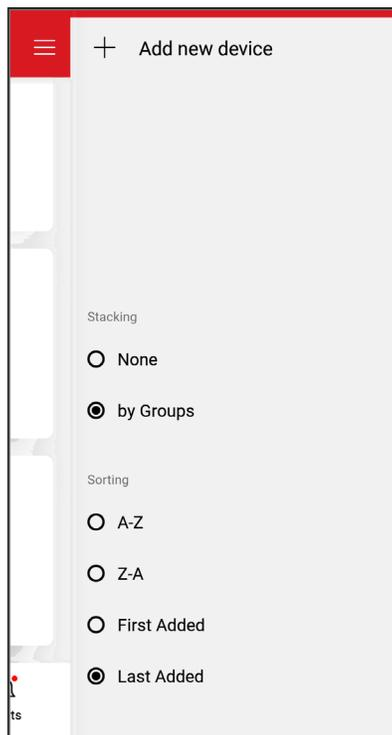

Figure 81. Ajouter un appareil
Une fois l'enregistrement de l'utilisateur effectué, commencez à ajouter vos appareils de chauffage AVIA via l'application mobile Raymote. Voir **Figure 81**.
4. Dans l'application Raymote, appuyez sur le bouton de menu ☰ situé dans le coin supérieur gauche de l'écran, puis appuyez sur "+ Add new device". Voir **Figure 81**.